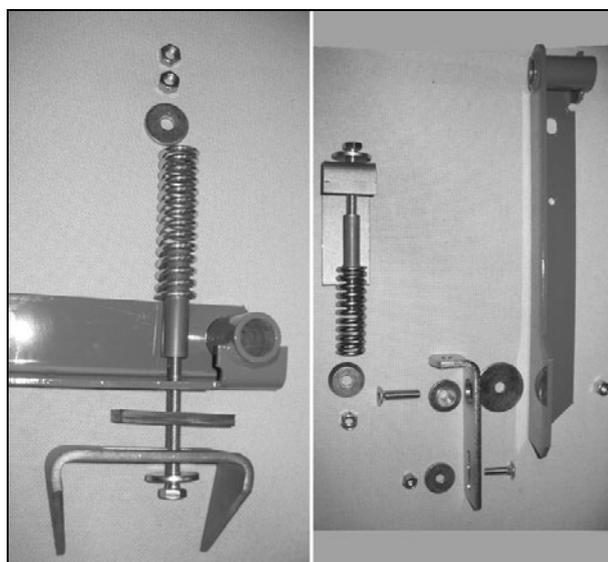

Рисунок 29
- Сожмите пружину (3) так, чтобы ее длина была равна  $124\pm 2$  мм.
**Примечание:** Порядок установки различных деталей показан на (Рис. 29).